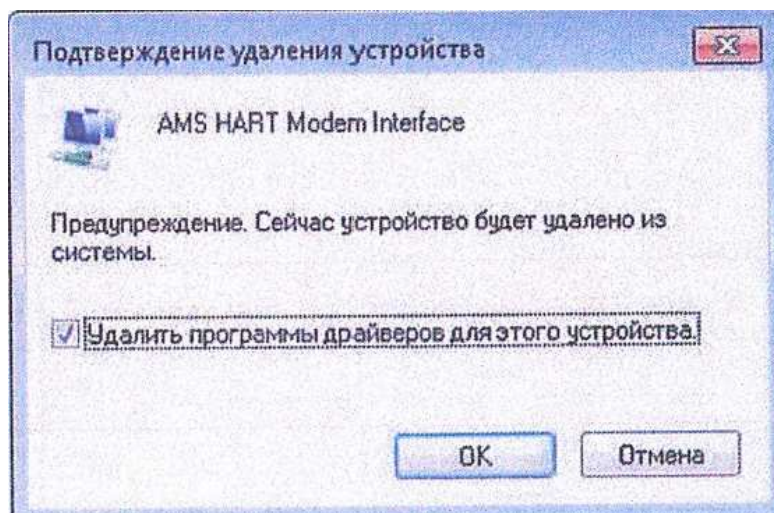

Рисунок X.6.5 – Подтверждение удаления программы драйверов
2) В появившемся окне установить галочку напротив «Удалить программы драйверов для этого устройства» и подтвердить удаление устройства, нажав кнопку «ОК» («Да») (рисунок X.6.5).